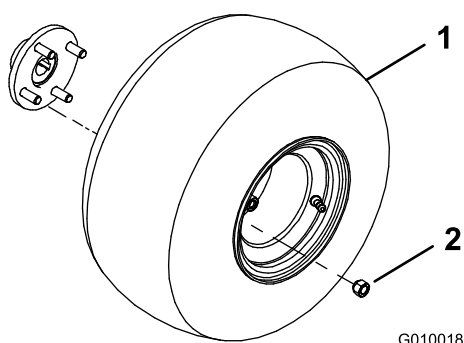

Figure 3
2. Montez une roue sur chaque moyeu de roue arrière (Figure 3).
3. Montez les écrous de roue (Figure 3) et serrez-les à un couple de 61 à 75 N·m.